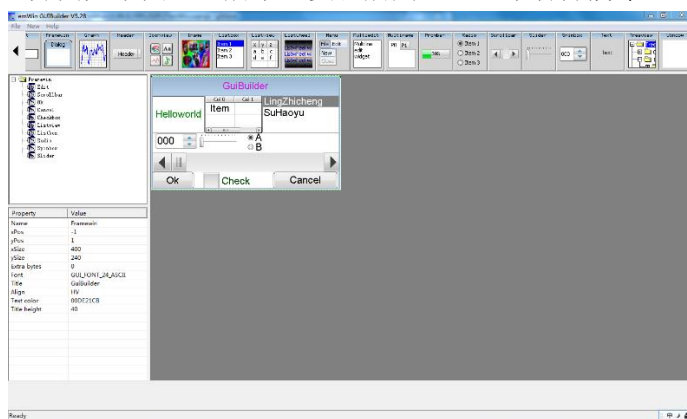

图 5.2 GUIBuilder emWIN 界面
- 3) GUIBuilder 界面如下图 5.2 所示，实验所用 LCD 显示屏分辨率 480*272。